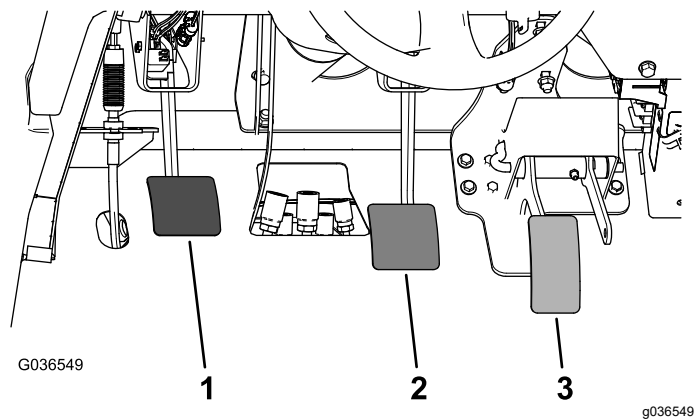

Figura 59
2. Tire hacia arriba del pedal de freno (Figura 59) hasta que entre en contacto con el bastidor.
3. Afloje las contratuercas que fijan la horquilla al eje del cilindro maestro (Figura 59).